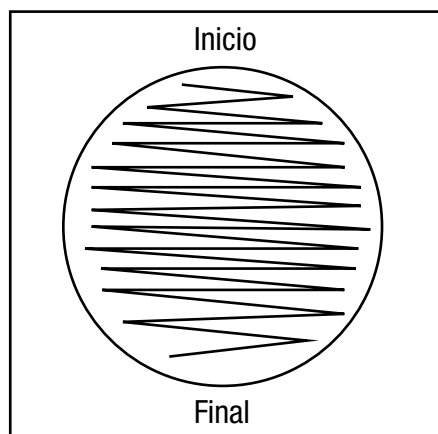

図1:3MペトリフィルムSALXプレートへの塗抹パターン
3. 3MペトリフィルムSALXプレートを開き、ゲルの表面に塗抹します(図E)。コロニーが分離するよう、1回で塗抹します(図1)。